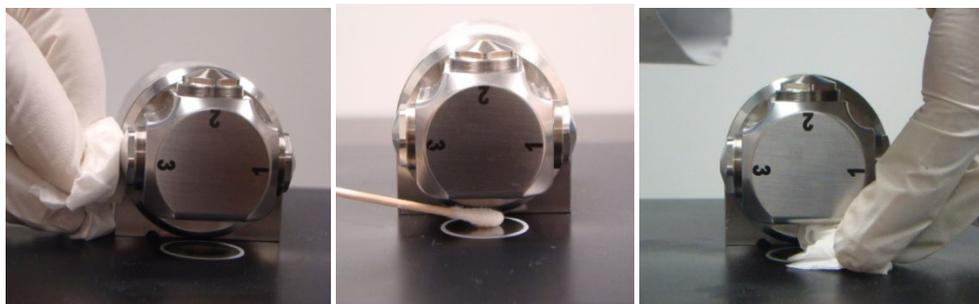

图 15. 清洁 DialPath 位置 3 窗口（左侧）并清洁样品装载区域。
- 2 使用蘸有丙酮的棉签清洁上次用于分析的位置窗口（见图 15，显示清洁位置 3）。
- 3 清洁底部样品装载区域（见图 15）。